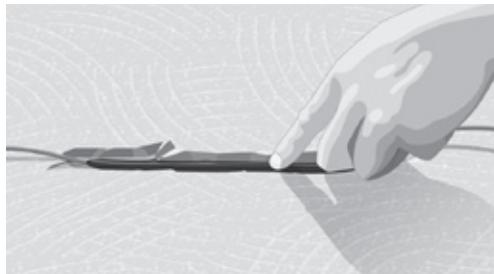

Bild 2. Spår för fog av kyl- och värmekabel
- Fräs spår för kabelskarv och ändskarv för kyla/värme. Kabeln ska hållas rak i minst 20cm på varje sida av en skarv. Se till att göra plats för inbäddningsmaterialet att helt kapsla in skarvarna med minst 10 mm på vardera sidan av skarven. Spårdjup gjorda i enlighet med den totala konstruktionshöjden (bild 2).